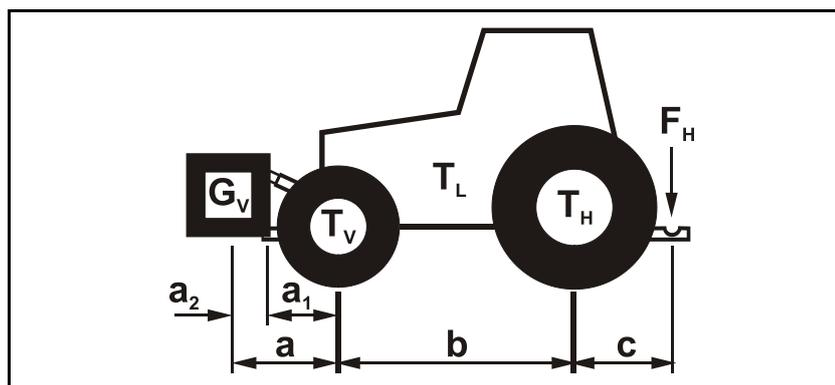

Fig. 74
1. Défaites le collier du flexible d'aspiration (Fig. 74/1) et débranchez ce dernier.